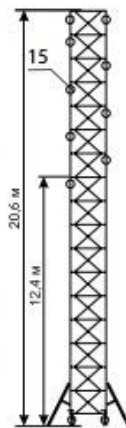

рис. 9
- При высоте вышки более 12 м ее необходимо крепить к стене анкерами (см. схему крепления рис. 9)